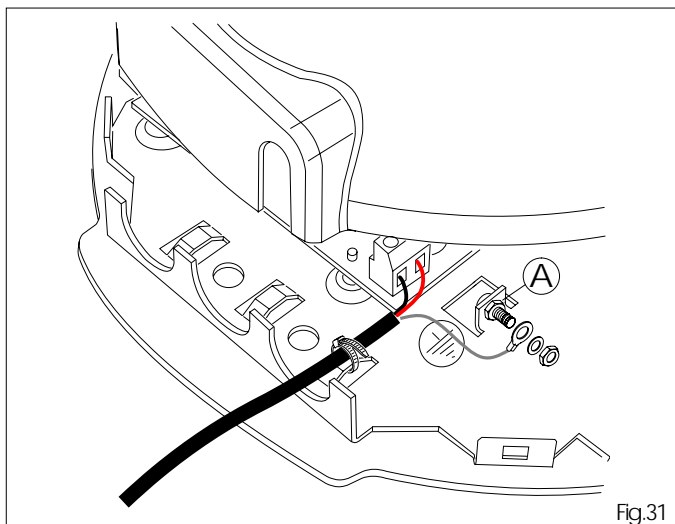

Fig.31
Connecter la terre de l'installation dans la borne dédiée (voir autocollant d'identification fig. 31 réf. A).
9.1 Connecter le câble d'alimentation conformément à la figure 31 en le bloquant avec une fixation dans la zone indiquée.
9.2 Insérer la vis dans le siège approprié et serrer avec une rosette + écrou (fig.31 rif.A).